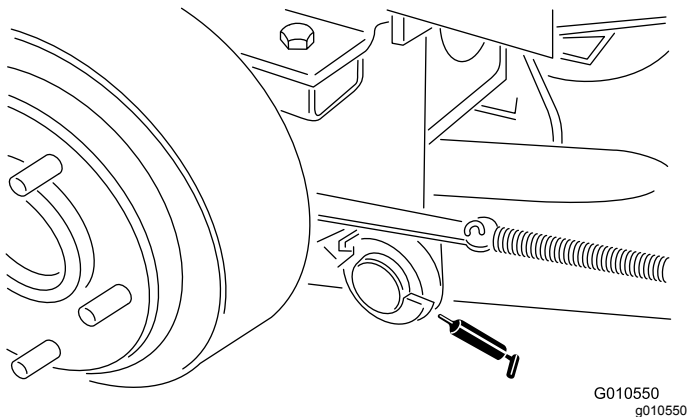

Figura 19
- Articulações do braço de elevação trás (2) (Figura 19)